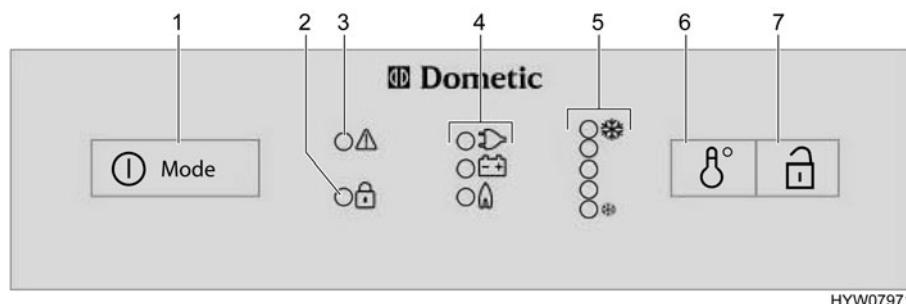

Fig. 194 Elementos de mando para el frigorífico (Dometic de la serie 8 con SMSE)
- Pulsar el conectador/selector de energía (Fig. 194,1) 2 segundos para conectar el aparato. Se ilumina el LED del último modo de funcionamiento seleccionado.
- Si fuera necesario, pulsar el conectador/selector de energía (Fig. 194,1) varias veces brevemente hasta que se ilumine el piloto gas "🔥". El suministro de gas está abierto. El encendido se realiza automáticamente. Se oye un sonido de tic-tac hasta que el proceso de encendido se haya llevado a cabo con éxito.
- Ajustar la temperatura de refrigeración con el conmutador para el ajuste de la temperatura (Fig. 194,6).
- Pulsar el conector/selector de energía (Fig. 194,1) 2 segundos para conectar el aparato. Se ilumina el LED del último modo de funcionamiento seleccionado.
- Si fuera necesario, pulsar el conector/selector de energía (Fig. 194,1) varias veces brevemente hasta que se ilumine el piloto 230 V "⚡".
- Si fuera necesario, pulsar el conector/selector de energía (Fig. 194,1) varias veces brevemente hasta que se ilumine el piloto 12 V "⊕".